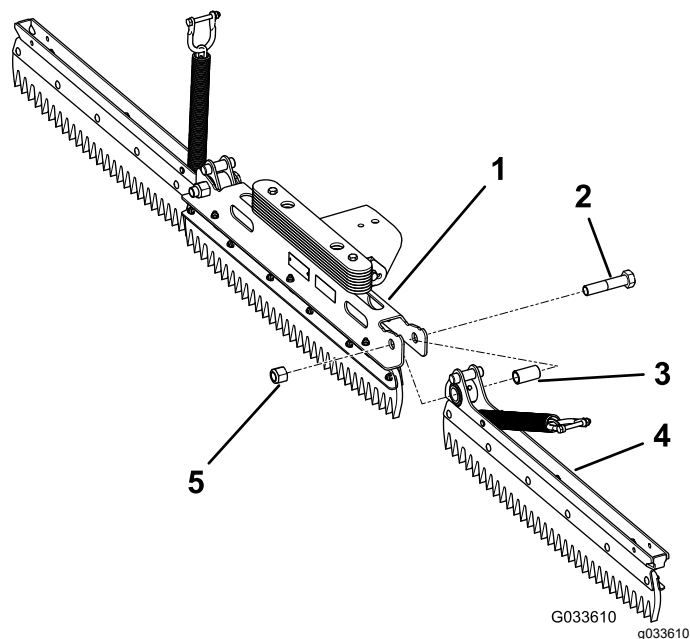

Figure 3
2. Insérez une entretoise dans le trou de pivot de chaque ensemble latéral (Figure 3).
4. Fixez l'ensemble gauche avec un boulon (3/4 x 3-1/2 po) et un contre-écrou (3/4 po), serrés à un couple de 163 à 217 N·m ; voir Figure 3.
6. Fixez l'ensemble droit avec un boulon (3/4 x 3-1/2 po) et un contre-écrou (3/4 po), serrés à un couple de 163 à 217 N·m ; voir Figure 3.